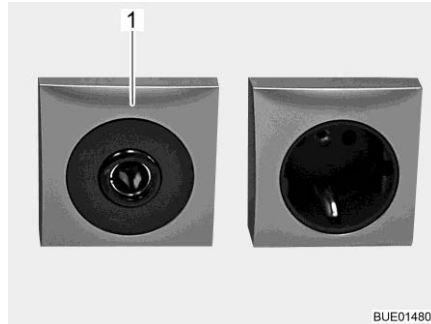

Fig. 137 Prise de courant 12 V/10 A
- ▷ Ne brancher aux prises de courant (Fig. 137,1) du réseau de bord 12 V que des appareils de maximum 10 A.